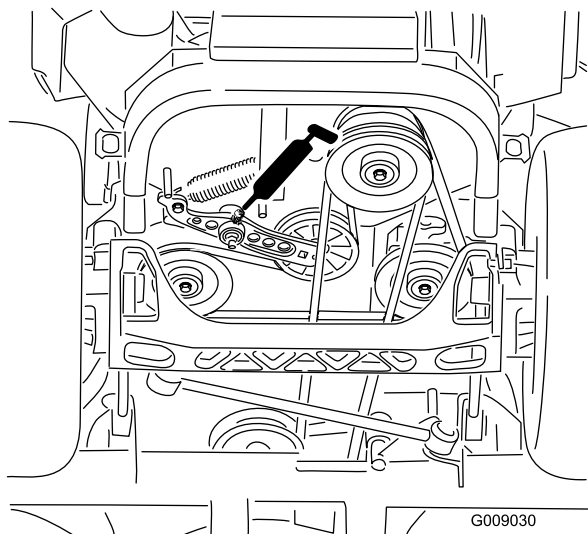

Figura 40
5. Engrase el brazo tensor de la correa de transmisión (Figura 40).